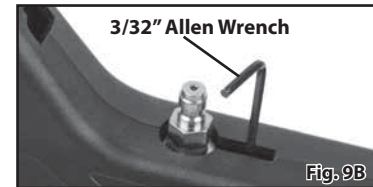

Fig. 9B
4. Encuentre el tornillo de alivio de presión situado delante de la boquilla de llenado y por debajo de la pared exterior de la culata (véase la Fig. 9B).